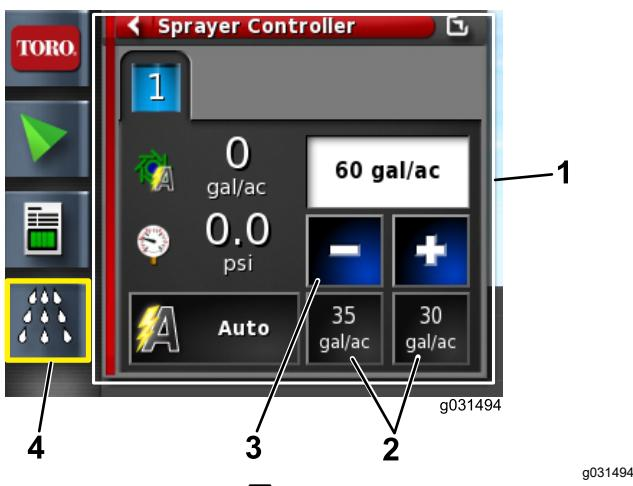

图 129
4. 如果喷洒率错误请按“预设喷洒率”图标更改喷洒率再按“减少”和“增加”图标以递增方式更改喷洒率或选择当前喷洒率字段并用显示屏键盘输入喷洒率图 129 和图 130。